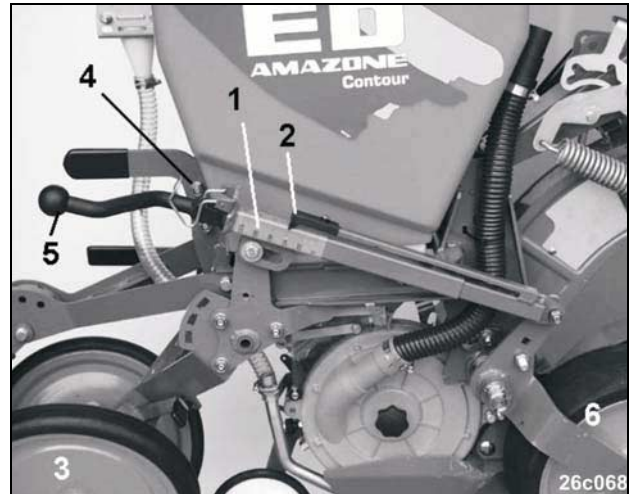

Fig. 79
De cijfers (0 tot 100) op de schaalverdeling (Fig. 79/1) geven de betreffende zaaidiepte aan. De ingestelde zaaidiepte wordt aan de afleeskant (Fig. 79/2) afgelezen.
De dieptegeleiding gebeurt met de voorlopende aandrukrol (Fig. 79/6) en de beide nalopende V-vormige drukrollen (als optie de 370 farmflexrol) (Fig. 79/3). De zaaidiepte wordt met de instelspindel (Fig. 79/5) als volgt ingesteld:
- De geveerde beugel (Fig. 79/4), die voorkomt dat de instelslinger meedraait, omhoog klappen.
- Met de slinger (Fig. 79/5) de gewenste zaaidiepte instellen.
- De geveerde beugel (Fig. 79/4) naar beneden drukken om de slinger te blokkeren.